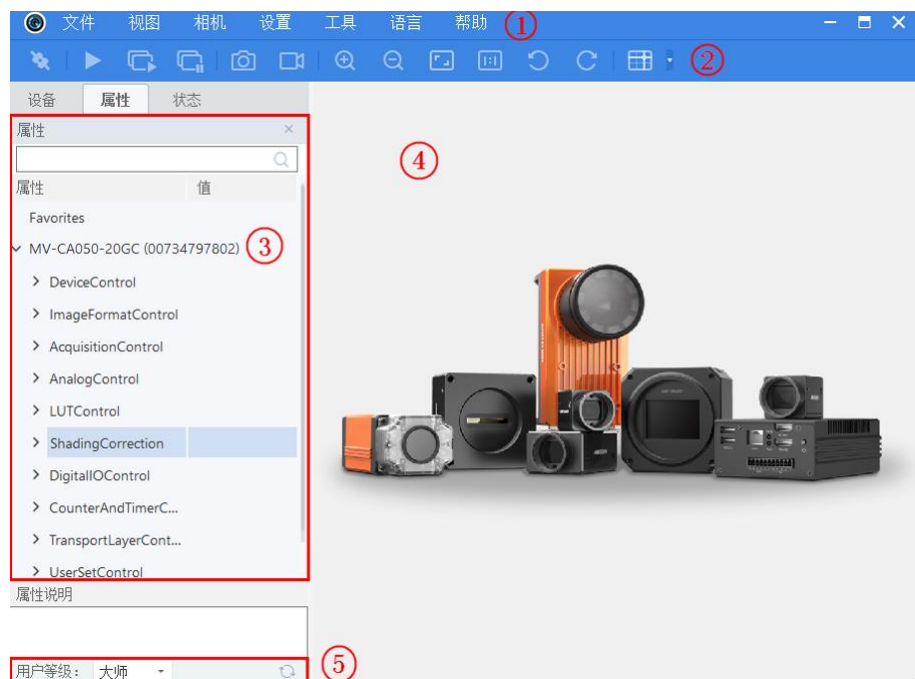

图3-4 客户端主界面
1. 双击桌面的 MVS2 快捷方式, 打开客户端软件, 其中①②③④区域分别代表菜单栏区、控制工具条区、设备列表和属性区、预览区, 在设备列表中会显示当前的设备, 双击打开设备, 设备属性如图 3-4 中③所示。
属性窗口下的用户级别，如图 3-4 中的⑤所示，有初级、专家和大师三种，对应的属性窗口中的参数会有部分差异。